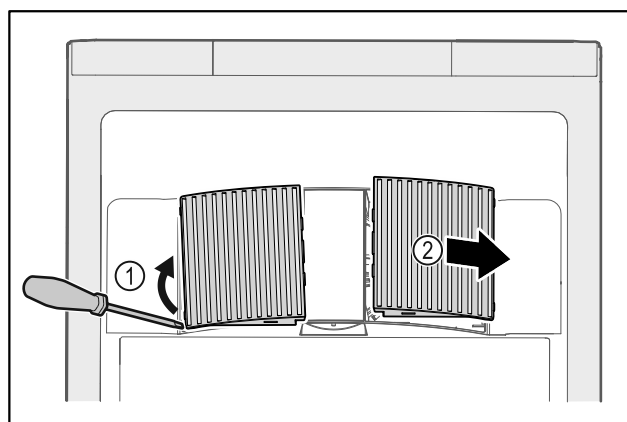

Fig. 145
- ▶ Óvatosan feszegesse le a ventilátor burkolatait oldalról Fig. 145 (1), és emelje le őket előre Fig. 145 (2).